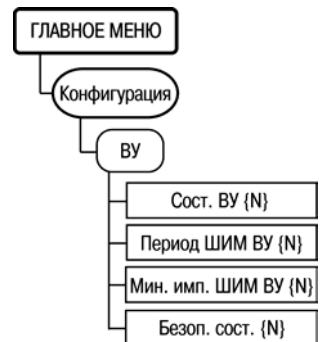

Рисунок 6.4
6.5.2 Для изменения настроек ВУ и отображения их состояния, используется пункт меню **«//Конфигурация/ВУ»** (рисунок 6.4).